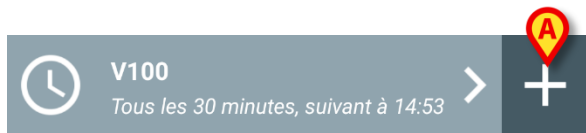

Fig. 85
- Appuyez sur l'icône **+** sur le carreau correspondant à l'ensemble de données souhaité (Fig. 85 **A**)